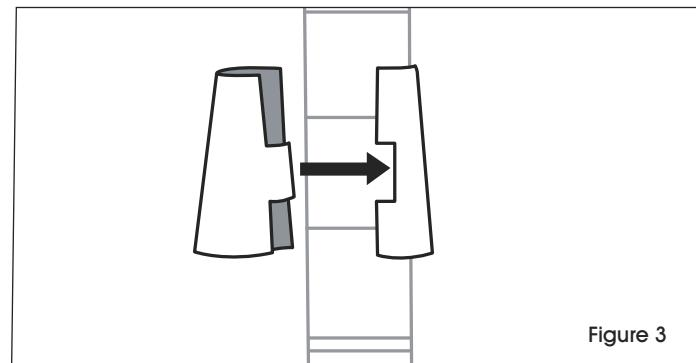

Figure 3
- Commencez par la tablette la plus basse. Enclenchez les pièces emboîtables du support de tablette (extrémité la plus large vers le bas) autour du montant, au niveau de la rainure la plus basse à l'endroit où la tablette doit être installée. Faites glisser le support vers le haut ou vers le bas jusqu'à ce qu'il s'enclenche dans la rainure. Ajoutez un support de tablette au même emplacement sur les autres montants. (Voir Figure 3)